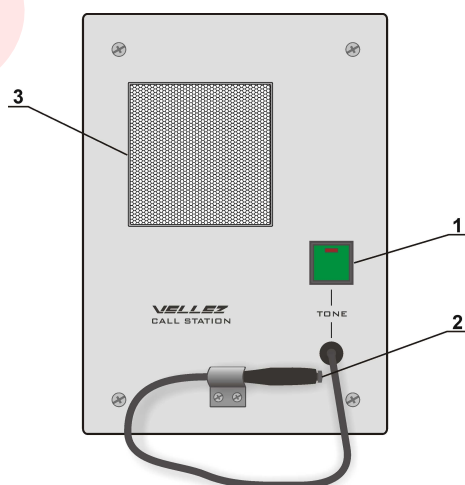

Рисунок 5
5.5 Размещение органов управления на МП01-Б указано на рис. 5.